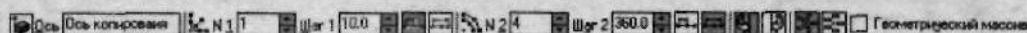

Рис. 2.163. Выполните необходимые настройки операции копирования
25. Выполните настройки операции, как показано на рис. 2.163. Результат настройки инструмента показан на рис. 2.164.